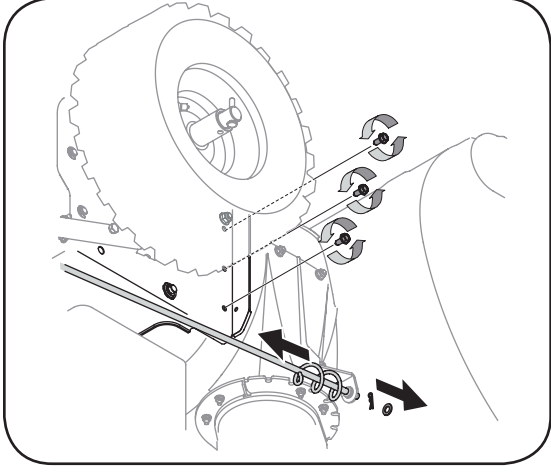

Figure 6-8
- Utilisez une clé de 1/2es de po pour retirer les trois vis taraudeuses à tête hex. de chaque côté du châssis. Ces vis maintiennent le châssis sur l'habitacle de la tarière. Voir la Figure 6-8.
- Débranchez la manivelle de la goulotte à la goulotte en retirant la goupille fendue et la rondelle plate. Voir la Figure 6-8.